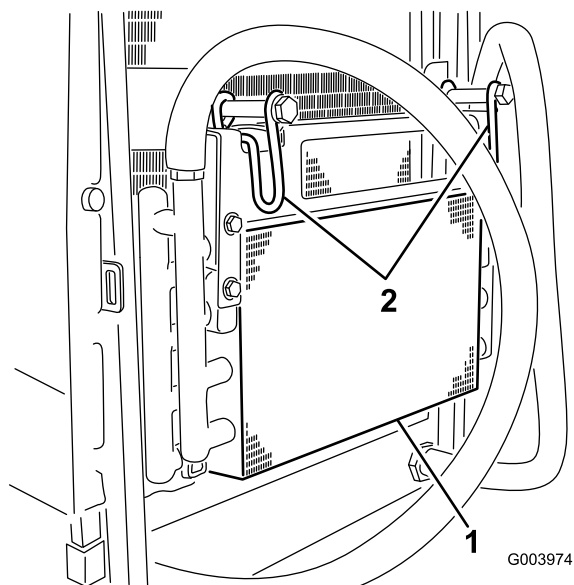

Figura 62
6. Girate il fermo verso l'interno per rilasciare il radiatore dell'olio (Figura 62).